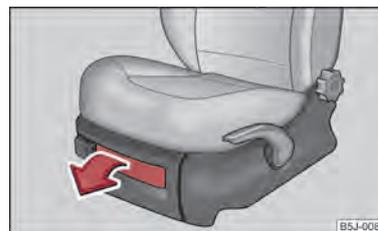

Abb. 72 Vordersitz: Ablagefach
– Zum Öffnen der Klappe Verschluss anklicken und Klappe aufziehen ⇒ Abb. 72.